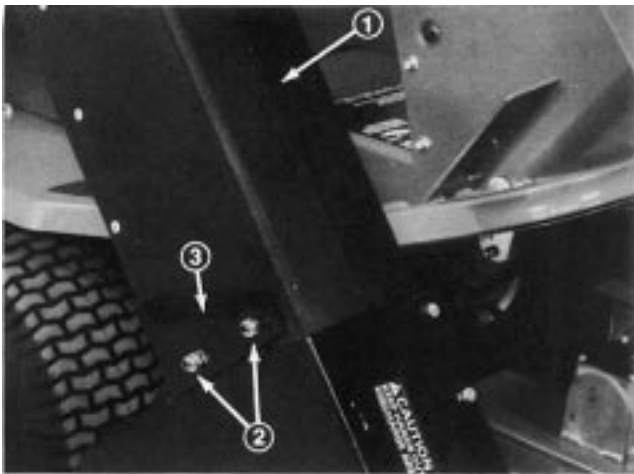

Figure 19
2. Glisser la goulotte sur l'ouverture du ventilateur et dans les goujons de montage (Fig. 19).
3. Abaisser le couvercle de la trémie et positionner la goulotte sous le bec du couvercle. Fixer la goulotte en position à l'aide des contre-écrous et des supports. Le côté le plus large des supports doit être tourné vers l'arrière (Fig. 19).